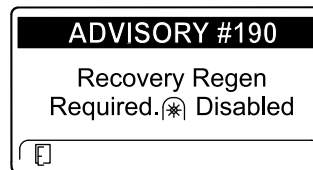

Рисунок 57
- Требуется восстановительная регенерация — вал отбора мощности выключен, ИНФОРМАЦИОННОЕ СООБЩЕНИЕ № 190 (Рисунок 57)